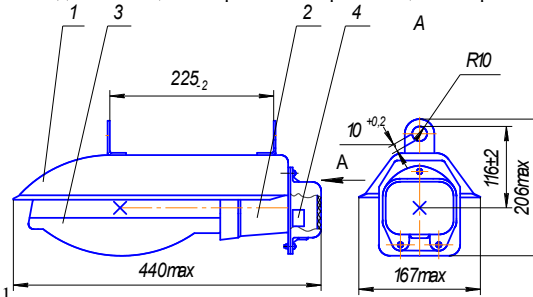

Рис. 1
1.1 Светильник ЖСП150-400-002У5 (рис.1) предназначен для освещения растений в вегетационно - климатических сооружениях.
8.2 Для подготовки светильника к работе согласно рис. 1 необходимо: снять крышку, отвернув винты; пропустить кабель (провода) через уплотнительный ниппель, закрепить зажимом и подсоединить жилы кабеля (провода) к клеммной панели, согласно схемы (рис 2), жилу заземления подсоединить к заземляющему контакту; закрыть крышку; подвесить светильник за скобы подвеса; вернуть лампу 3 в патрон 2 и отрегулировать направление светового потока на освещаемую поверхность согласно инструкции по эксплуатации лампы «REFLUX».